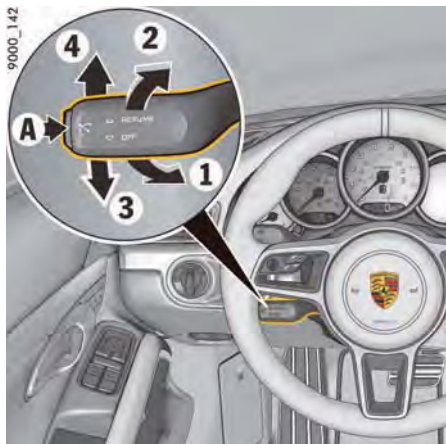

図53: クルーズ・コントロール操作レバー
- ▶ 速度を上げる場合は、ステアリング・ホイールの操作レバーを前方に押します (図53:1)。短く押す = 1 km/h、長押し = 10 km/h
- ▶ 速度を落とす場合は、ステアリング・ホイール側に操作レバーを引きます (図53:2)。短く引く = 1 km/h、引き続ける = 10 km/h 新しく設定した速度がマルチファンクション・ディスプレイに表示されます。
- ▶ コントロール操作レバーを下に押しください (図53:3) または
- ▶ 操作レバーを上を押してください (図53:4)。設定速度に加減速します。